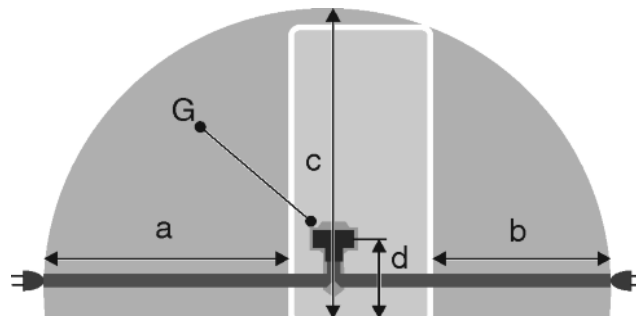

Fig. 27
- Zásuvka sa nachádza mimo oblasti zadnej strany zariadenia v uvedenej oblasti *Fig. 27 (a, b, c)*.
- ▶ Zástrčku zariadenia *Fig. 27 (G)* zastrčte na zadnej strane zariadenia. Dbajte na správne zaklapnutie.